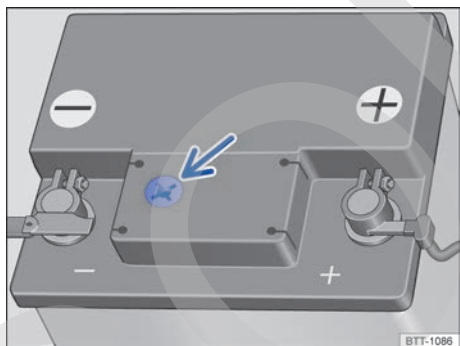

Fig. 249 Mirilla en la parte superior de la batería de 12 voltios (representación esquemática).
- Procure disponer de buena iluminación para poder distinguir bien el indicador de color en la mirilla redonda de la parte superior de la batería de 12 voltios → **fig. 249** (flecha). No utilice nunca una llama desprotegida u objetos incandescentes para alumbrarse.